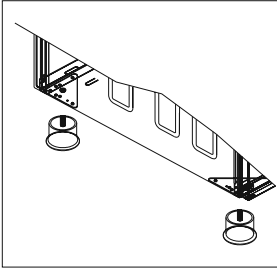
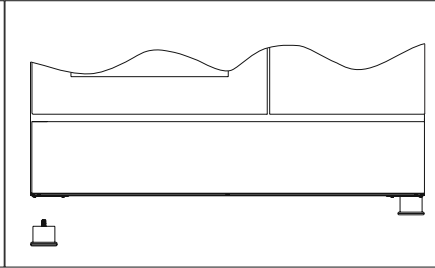

Abb. 10
Abb. 11
1. Die Leiste für die Justierfüße wird gemäß (abbildung 10) am Bodenofen montiert. Die Leiste verfügt über Gewindeöffnungen zum Anschrauben der Füße (abbildung 11). Schließen Sie die Montage ab, indem Sie die Füße in die Gewinde drehen (abbildung 12).